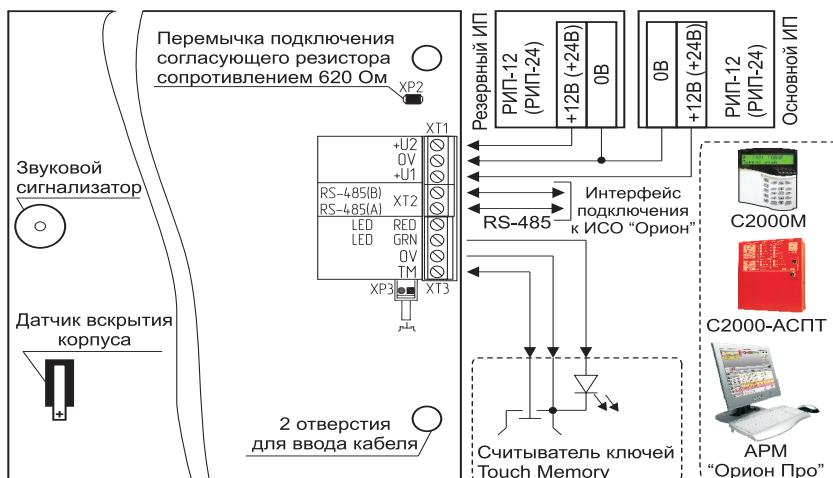

Рисунок 3. Схема внешних соединений блока «C2000-ПТ»
2.2.1 Подсоедините кабели к клеммам в соответствии с рис. 3.
2.2.5 Если блок не является последним в линии интерфейса RS-485, удалите перемычку, расположенную на плате блока (рис. 3).